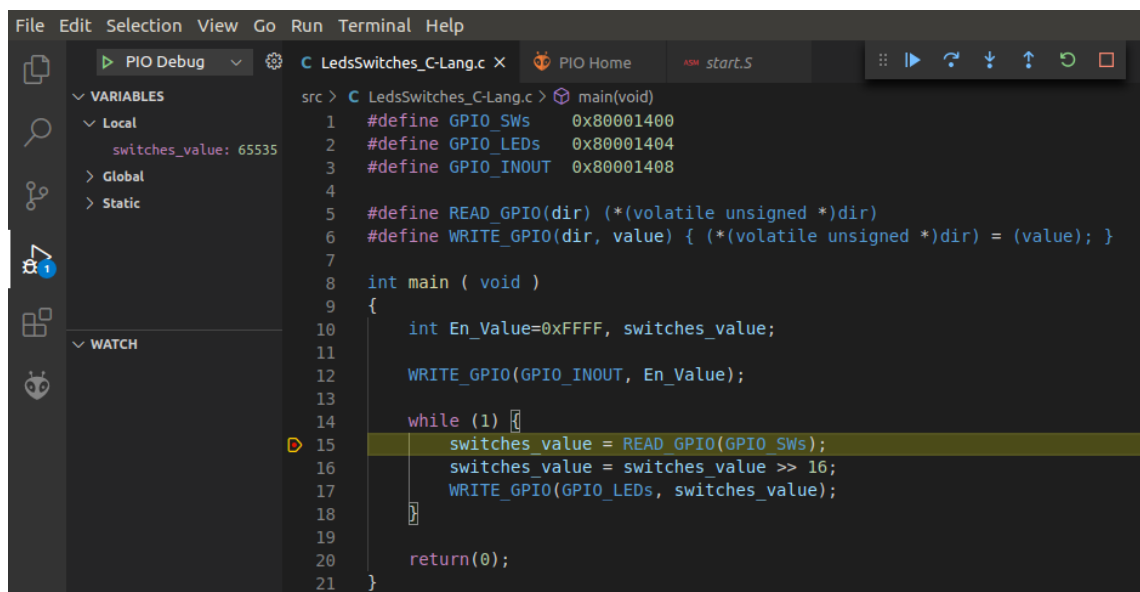

Figura 63. A execução foi interrompida no *breakpoint*
4. Em seguida, inicie a depuração. O programa começa a ser executado e é suspenso no *breakpoint* (Figura 63).